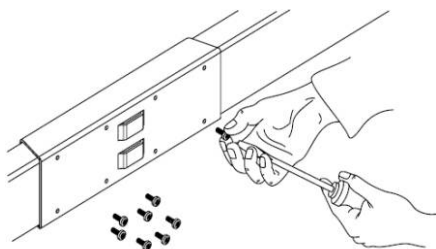

рис.9
- Заблокируйте соединитель прилагаемым винтом как показано на рис. 9. Привод готов к установке.